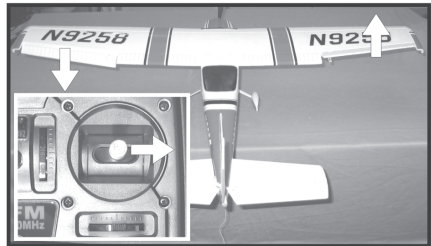

Bild 18c
- Wenn Sie den rechten Steuerknüppel am Sender (siehe Bild 2, Pos. 4) nach rechts drücken, muss das linke Querruder (1) ca. 1,2 cm nach unten und das rechte Querruder (2) ca. 1,2 cm nach oben ausschlagen, siehe Bild 18c.